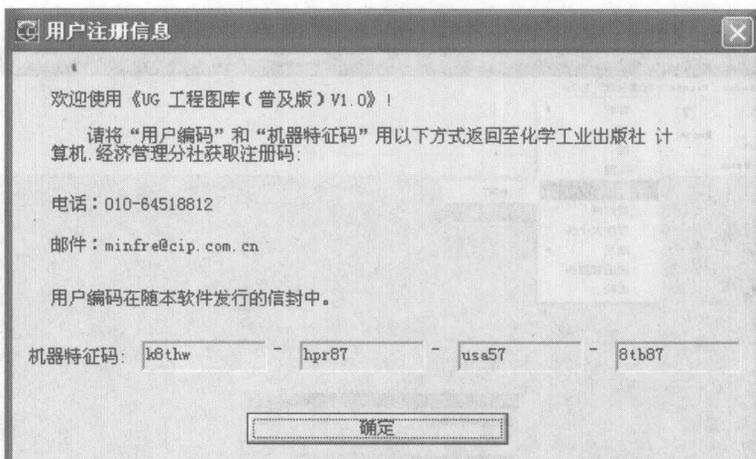

图 1-10 “用户注册信息”对话框
(9) 安装程序弹出“用户注册信息”对话框，如图 1-10 所示。
安装完成后,将如图 1-10 所示的机器特征码和随书发行的信封中的用户编码通过 E-mail (minfre@cip.com.cn) 或者电话、传真 (010-64548812) 发送至化学工业出版社计算机·经济管理分社索取注册码,完成注册。